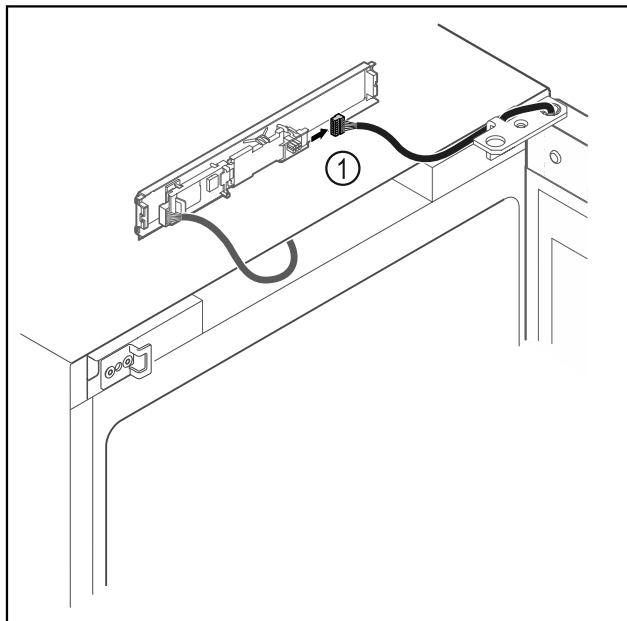

Fig. 10
► Débrancher le connecteur Fig. 10 (1) de la platine.